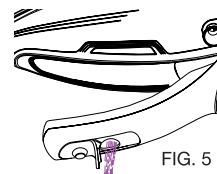

FIG. 5
- Videz le réservoir d'eau après chaque utilisation. Pour cela, retournez le fer et agitez-le doucement pour faire sortir tout reste d'eau du réservoir (voir figure 5).